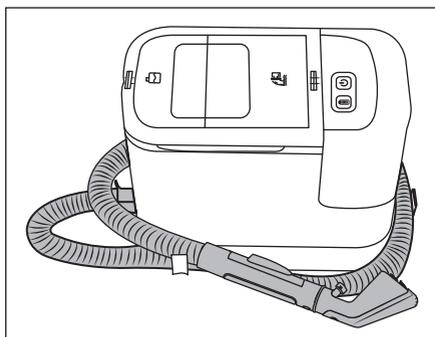

Fig. 4
- ◆ Tag slangeholderen ⑮ ud af produktet. Læg sprøjte-/sugeslangen ① om produktet, og brug slangeholderne ⑮/⑯ hertil (se fig. 4).